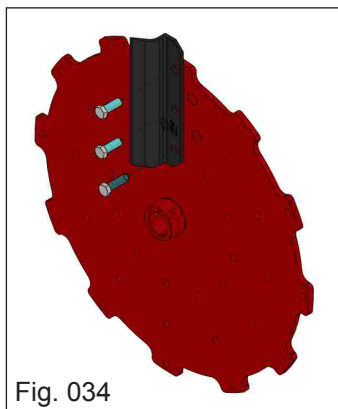

Fig. 034
São desmontadas individualmente através da remoção de parafusos (Fig. 034). Para não afetar o balanceamento do Rotor sempre substitua o jogo completo de facas.
Se eliminan de forma individual mediante la eliminación de los tornillos (Fig. 034). Para no afectar el equilibrio del rotor siempre reemplazar el conjunto completo de cuchillos.
- Carefully turn the knob (Fig 034.) Clockwise until the blades touch the Grindstone;